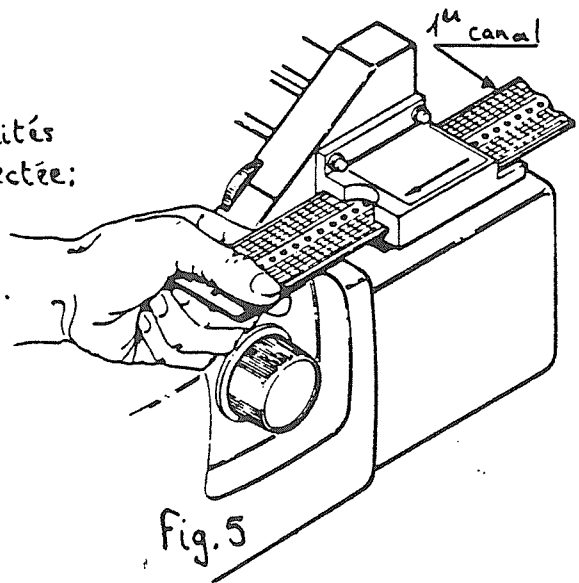

Fig. 5
- Manuellement (fig. 5) imprimante désélectionnée: